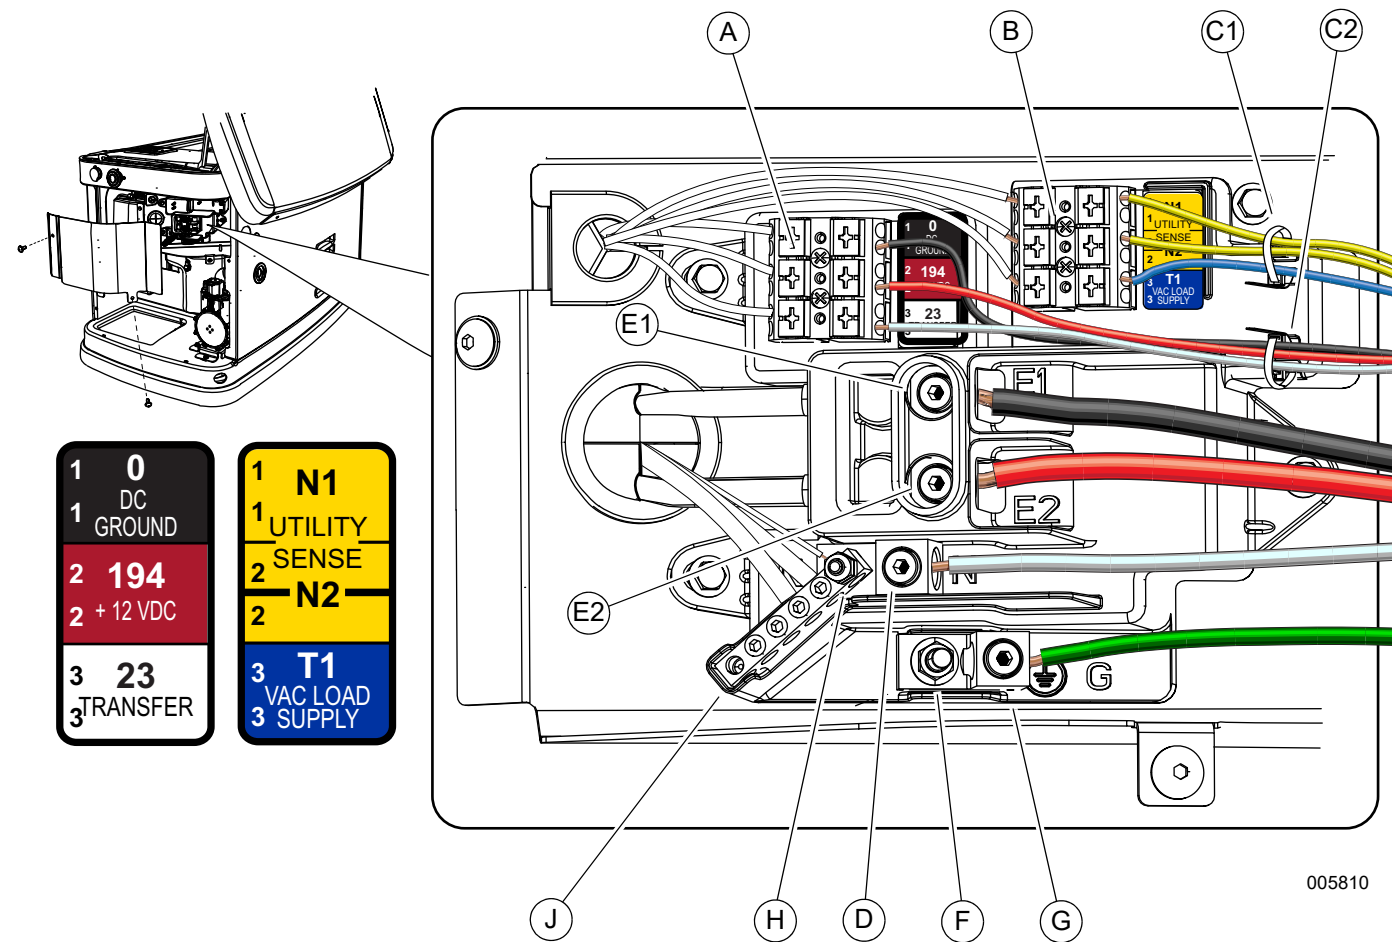

Figura 6-1. Conexões da fiação elétrica
Consulte Figura 6-1. O gabinete de fiação elétrica está localizado atrás de um painel de acesso na extremidade de entrada da unidade. Remova o painel lateral de admissão conforme indicado em Remoção do painel lateral de admissão e, em seguida, remova o painel de acesso. Conecte os fios de acordo com o diagrama e as mesas.
4. Consulte Figura 6-1. Remova o isolamento das extremidades do fio. Não remova muito o isolamento. Encaminhe os fios sensores através da braçadeira fornecida (C1) e conecte-os ao bloco de terminais do fio sensor (B). Empurre para baixo no ponto de conexão carregado por mola com uma chave de fenda de cabeça plana, insira o fio e libere.
5. Usando o mesmo processo, roteie os fios de controle através da segunda braçadeira de fio fornecida (C2) e conecte-os ao bloco de terminais de fio de controle (A).
2. Consulte Figura 6-1. Solte os olhais nos terminais neutro (D), terra (G) e cabo de alimentação (rede elétrica) (E1, E2).
Consulte Figura 6-1. Conecte um jumper de ligação do sistema de tamanho adequado de acordo com a NEC Tabela 250.102(C)(1) da barra neutra (J) ao prisioneiro de aterramento (F). Aperte a porca prisioneiro de aterramento em 3,95 Nm (35 **pol-lb**). Isso é necessário quando o gerador está instalado em um sistema derivado separadamente. O gerador também exigirá uma conexão a um sistema de eletrodo de aterramento de acordo com o Artigo 250.64 da NEC. Não é necessário quando o gerador é uma fonte de backup em um sistema elétrico fornecido pela concessionária com um interruptor de transferência de 2 polos. A instalação deve ser feita de acordo com os Artigos 250.30 e 250.35(A) da NEC se o gerador for instalado como um sistema derivado separadamente.